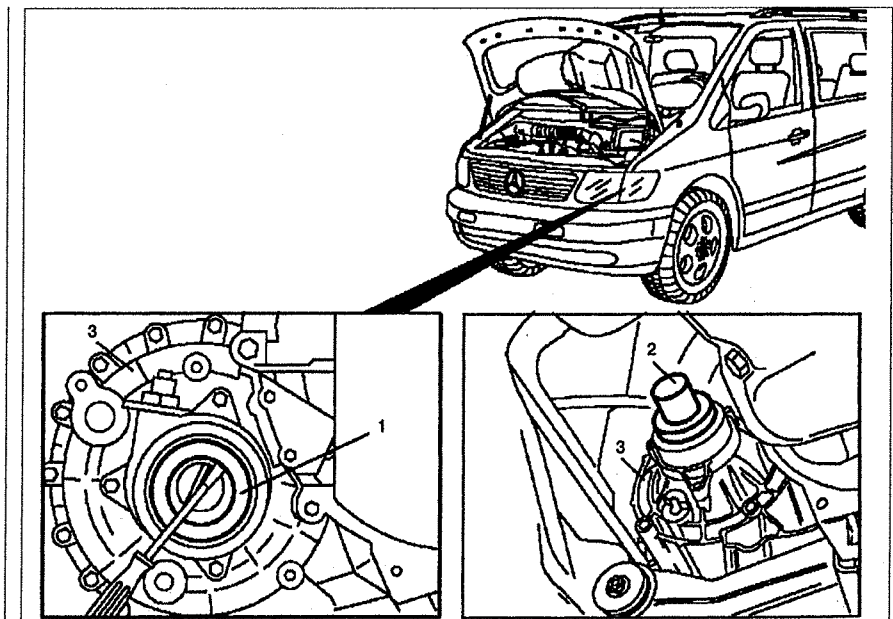

Рис. 6.69. Сальник фланца правой полуоси (на автомобилях с двигателем 104.900):
2. Снимите сальник 1 (см.рис.6.69).